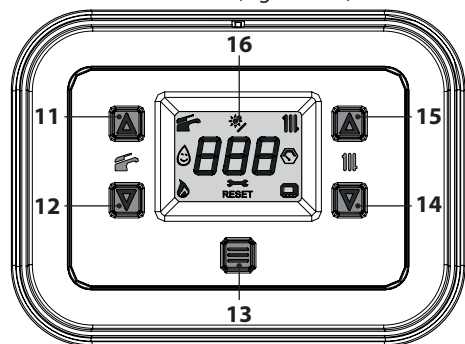
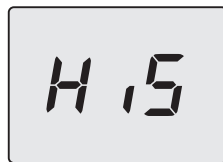
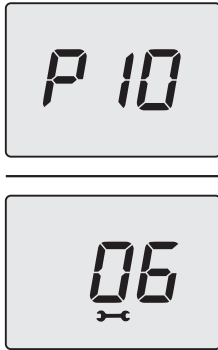

Figura 5.75
Figura 5.76
Figura 5.79
- Entrare in "modalità programmazione" premendo contemporaneamente per 5 secondi i tasti 12 e 14 (Figura 5.75) fino a far apparire sul display LCD le lettere **HiS** che indicano il menu "Storico delle caldaia" (Figura 5.76).
- Premere per 1 sec. il tasto 13 (Figura 5.75) per entrare nel parametro selezionato. Il display visualizzerà quanto segue (6=60 secondi) (Figura 5.79).
- Premendo il tasto 13 (Figura 5.75) si ottiene la conferma del valore inserito. Il display visualizzerà per 5 sec. quanto segue (Figura 5.80) poi, si porterà al livello superiore.
- tenere premuti contemporaneamente i tasti 12 e 14 per 5 sec. (Figura 5.75) (ritorno al livello precedente).